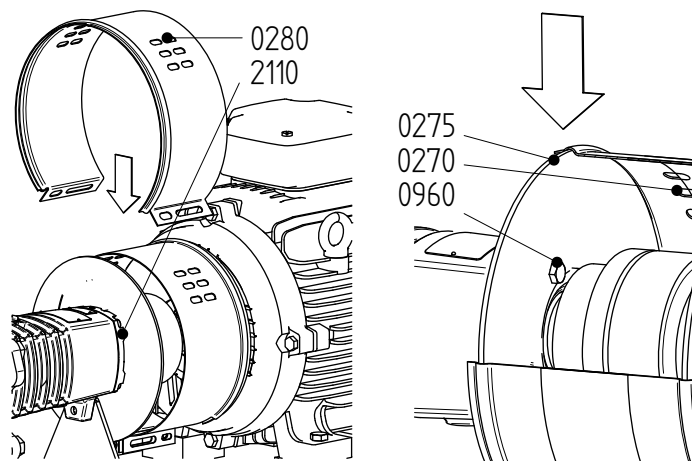

Рисунок 11: Установка кожуха на стороне насоса.
- 6 Выверните болты (0940) и снимите монтажную пластину (0275) с крышки подшипника (2110). См. рисунок 11.
- 4 Установите монтажную пластину (0275) на крышку подшипника (2110) с болтами (0940). См. рисунок 11.